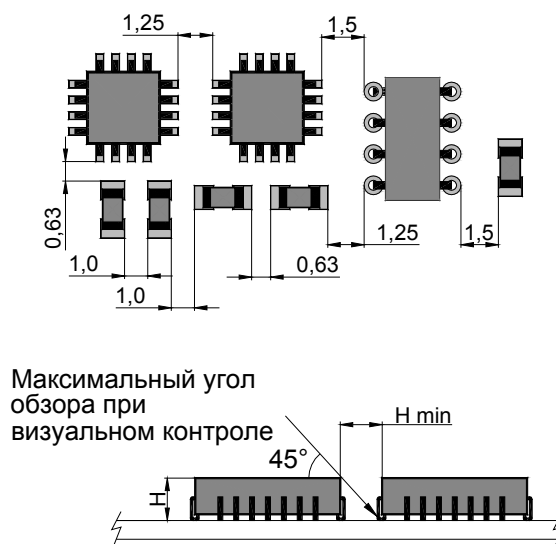

Рис. 2.2
6. Стандарт IPC-SM-782 дает рекомендации по минимальным расстояниям между контактными площадками различных компонентов (см. рис. 2.2)